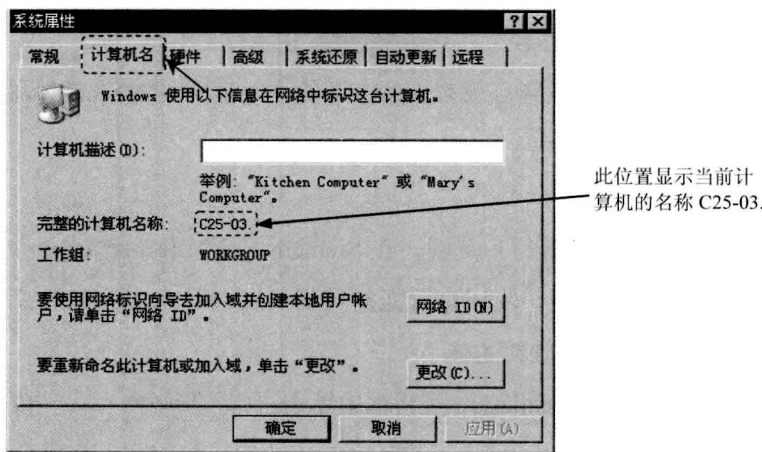

图 1.3.1 “系统属性”对话框
Step 3 在图 1.3.1 所示的“系统属性”对话框中单击 **计算机名** 选项卡, 即可看到在 **完整的计算机名称:** 位置显示出当前计算机的名称。